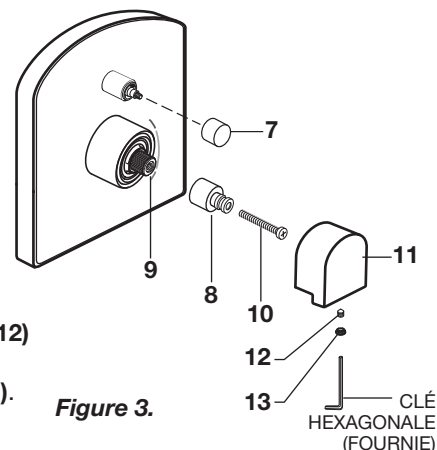

Figure 3.
- **Figure 3.** Visser le BOUTON DE DÉRIVATION (7) sur la tige de la vanne de dérivation.
- Installer l'ADAPTATEUR DE LA POIGNÉE (8) sur la TIGE DE LA VANNE (9) et fixer à l'aide de VIS (10).
- Aligner la POIGNÉE À LEVIER (11) de sorte que le levier soit tourné vers le bas et serrer la VIS DE RÉGLAGE (12) avec la clé hexagonale pour fixer la POIGNÉE À LEVIER (11).
- Installer le BOUTON (13) DE PRISE DE COURANT.